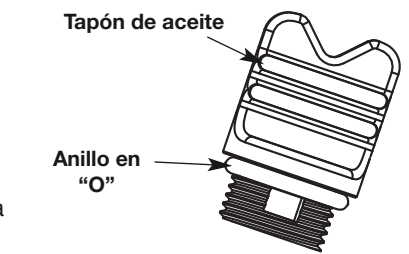

Fig. 8
3. Saque el tapón de aceite del cigüeñal (Fig. 8).
4. Vierta todo el contenido de la botella de aceite en el cigüeñal (Fig. 8).